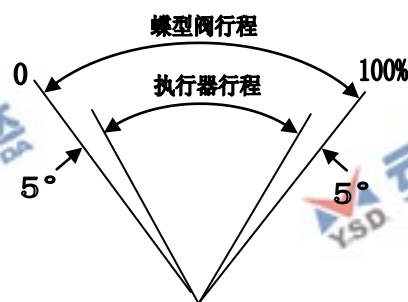

图 3-2 化油器蝶型阀行程与执行器行程
**燃气机**——在燃气机上安装执行器时，执行器的转角范围应在蝶型阀的极限摆角范围之内。即，在蝶型阀的最小开度与最大开度端，安装预行程约  $5^\circ$ ，如图 3-2 所示。如果没有上述预行程，强制蝶型阀处于最小或最大位置，会产生蝶型阀与内壁卡滞现象。注意：当转角电机处于最小停止位置时，燃气发动机应总是处于停机状态。